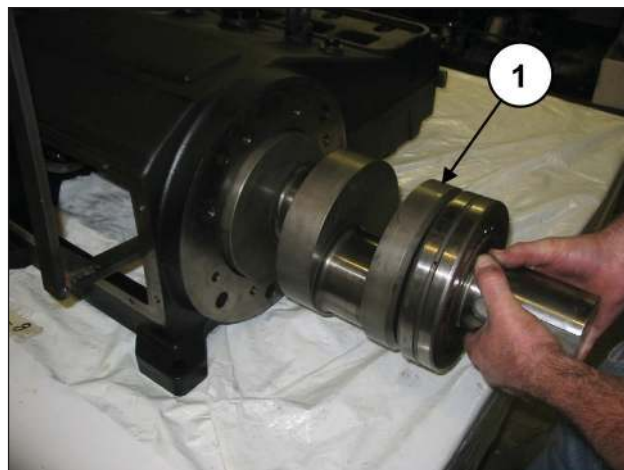

Fig. 30
Extraia o eixo e o rolamento (pos. ①, Fig. 30).
Insira o eixo (pos. ①, Fig. 30), até que o rolamento pré-montado seja nivelado com a borda do cárter (pos. ①, Fig. 44).